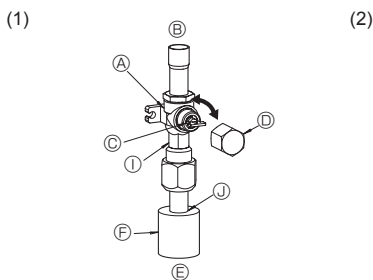
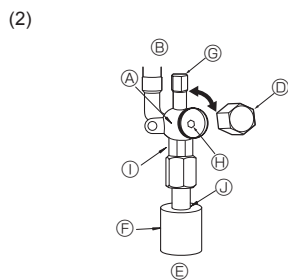

Fig. 4-6
Fig. 4-7
- (1) Strona gazowa (Fig. 4-6)
- ① Aby otworzyć zawór, należy zdjąć korek, pociągnąć dźwignię do siebie i obrócić o 1/4 obrotu w kierunku przeciwnym do ruchu wskazówek zegara.
- ② Upewnić się, że zawór odcinający jest całkowicie otwarty, wcisnąc dźwignię i założyć korek.
- (2) Strona cieczowa (Fig. 4-7)
- ① Zdjąć korek i obrócić do oporu trzpień zaworu w kierunku przeciwnym do ruchu wskazówek zegara za pomocą klucza imbusowego 4 mm. Przerwać obracanie po osiągnięciu ogranicznika. (ø9,52: około 10 obrotów)